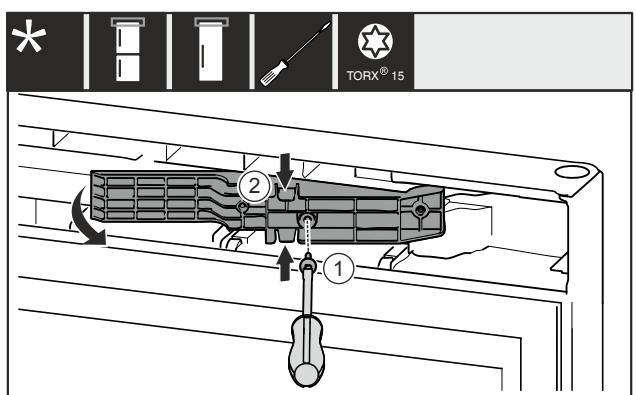

Fig. 13\*
► 移除螺栓 Fig. 13 (1)。 \*
- ▶ 将上方和下方适配件 Fig. 13 (2)轻轻挤压在一起，然后向前拉出。\*